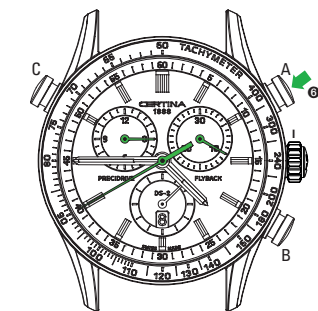

Abb. 9
**Ablesen der letzten Zeit (gemäß Abb. 9)**